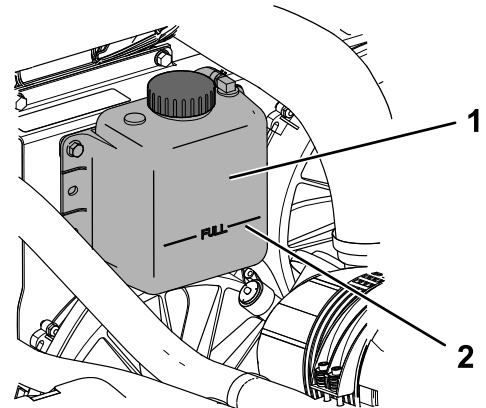

Figure 70
4. Contrôlez le niveau de liquide de refroidissement dans le vase d'expansion (Figure 70).